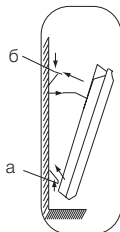

Рис. 6
- закрепить прибор на кронштейне необходимо следующим образом (рис. 6):
вектора при помощи специальных отверстий, расположенных в нижней части конвектора (рис. 6, а);
- наденьте верхнюю часть конвектора на кронштейн, зафиксировав его при помощи защелок на кронштейне (рис. 6, б);